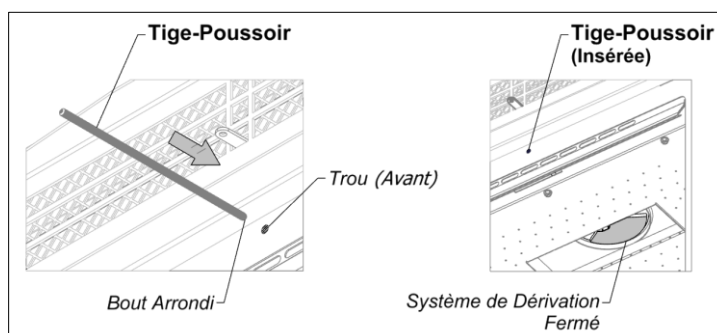

Figure 7-2 : Essai du système de dérivation
- i) Réinstaller le déflecteur et la tige-poussoir du système de dérivation. S'assurer que le système de dérivation est dans la bonne position (contrepoids orienté vers le bas) avant d'installer le déflecteur. Tester le système de dérivation en poussant la tige vers l'intérieur et en vérifiant si l'ouverture du capuchon du déflecteur se referme complètement. Se référer aux Figures 7-2 et 7-3.